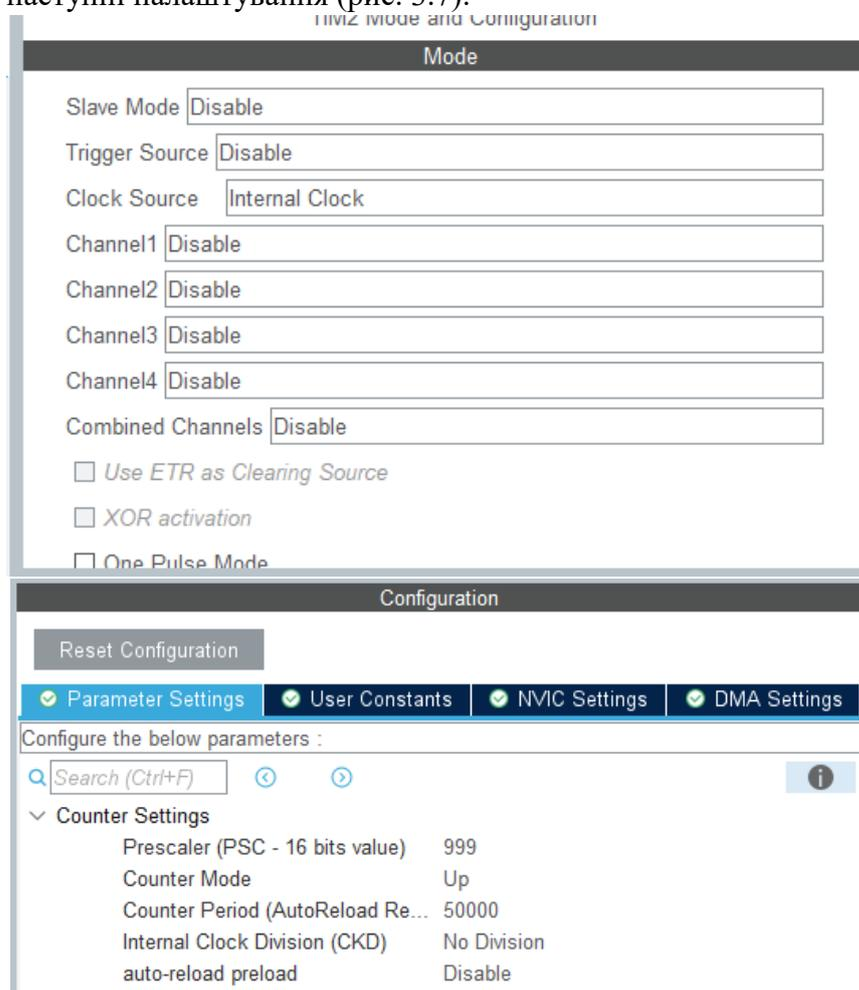

Рис. 3.7. Налаштування таймера для генерування переривання з періодом 0,5 с
1.7. На вкладці Pinout & Configuration в блоці Timers активувати таймер загального призначення TIM2. Для цього обрати даний таймер у випадаючому меню та встановити наступні налаштування (рис. 3.7):